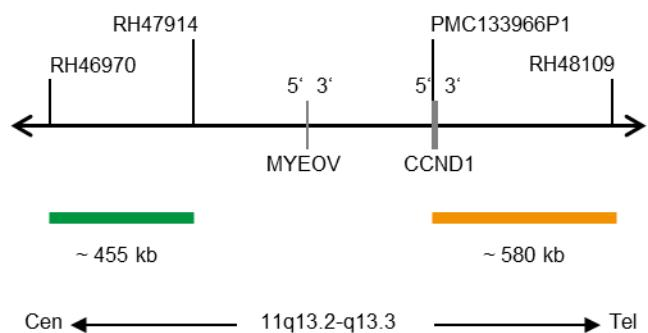

Fig. 1: SPEC CCND1 Mapa da sonda (sem escala)
- Polinucleótidos (~10 ng/μl) com marcação ZyGreen (excitação 503 nm/emissão 528 nm), dirigidos ao mapeamento de sequências alvo em 11q13.2-q13.3* (chr11:68,249,010-68,705,283) proximais ao ponto de quebra do gene CCND1 (ver Fig. 1).
- Polinucleótidos (~4.5 ng/μl) com marcação ZyOrange (excitação 547 nm/emissão 572 nm), dirigidos ao mapeamento de sequências alvo em 11q13.3* (chr11:69,453,301-70,031,240) distais ao ponto de quebra do gene CCND1 (ver Fig. 1).